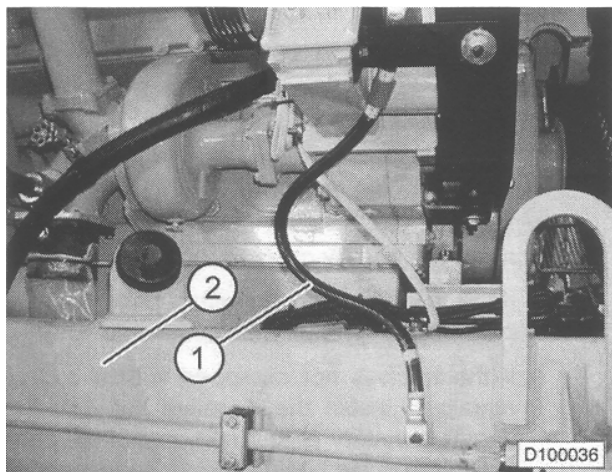
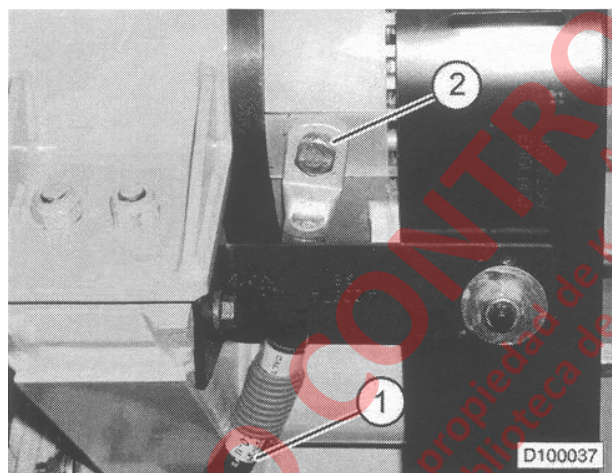

FIGURA 10-19. CINTA DE CONEXION A TIERRA
FIGURA 10-20. CONEXION DE LA CINTA DE CONEXION A TIERRA
4. Retire la cinta de conexión a tierra (1, Figura 10-19) del alternador sacando el perno (1, Figura 10-20). No es necesario sacar completamente el cable de tierra a menos que esté dañado y se deba cambiar.
5. Instale la cubierta (2, Figura 10-19) usando ocho tuercas de fijación (1).
6. Instale la cinta de conexión a tierra (1, Figura 10-19) al alternador. Apriete el perno del cable a tierra (2, Figura 10-20) a **15 N.m** (11 ft- lbs). Si el cable de la cinta de conexión a tierra se sacó del bastidor, vuelva a conectarla.